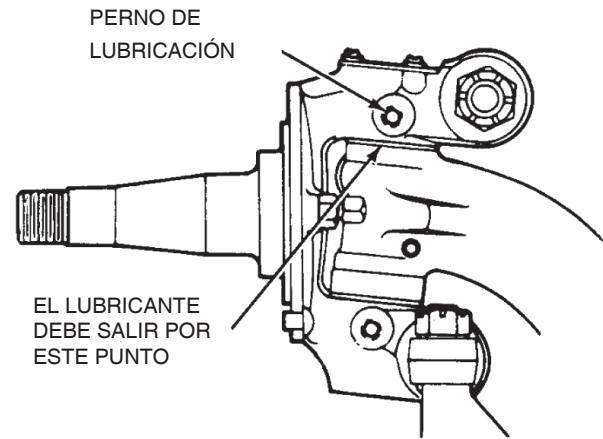

Figura 13
2. Lubrique los pernos maestros a través de los puntos de engrase (perno de lubricación) superiores y inferiores en la lateral de las puntas de eje. Figura 13.